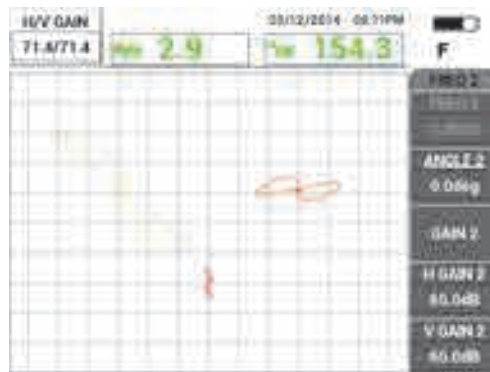

Рис. 5-137 Настройка усиления частоты 1
4. Нажмите клавишу GAIN (**dB**) и увеличьте усиление частоты 1 так, чтобы сигнал отверстия поднялся на 4 деления вверх (см. Рис. 5-137 на стр. 230).